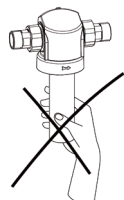

Abb. 4: Filterkerzenwechsel
- Den verschmutzten Filtereinsatz vom Stützgewebe abziehen. Durch neuen Filtereinsatz ersetzen. Aus hygienischen Gründen darf der neue Filtereinsatz nicht mit bloßen Händen berührt werden (siehe Abb. 4).